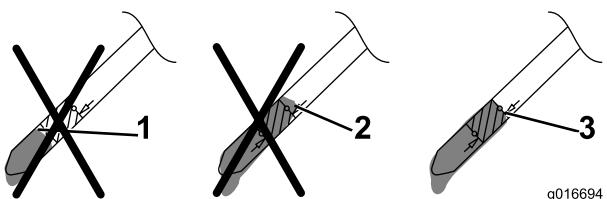

Figura 15
5. Retire la varilla y observe el nivel de aceite; consulte Figura 15.